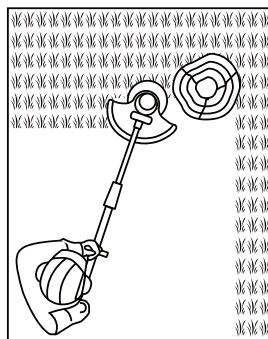

Fig.23
- > Faites particulièrement attention lorsque vous travaillez à proximité de buissons ou d'arbres : la lame peut endommager les écorces tendres ainsi que les poteaux des barrières (Fig. 23).